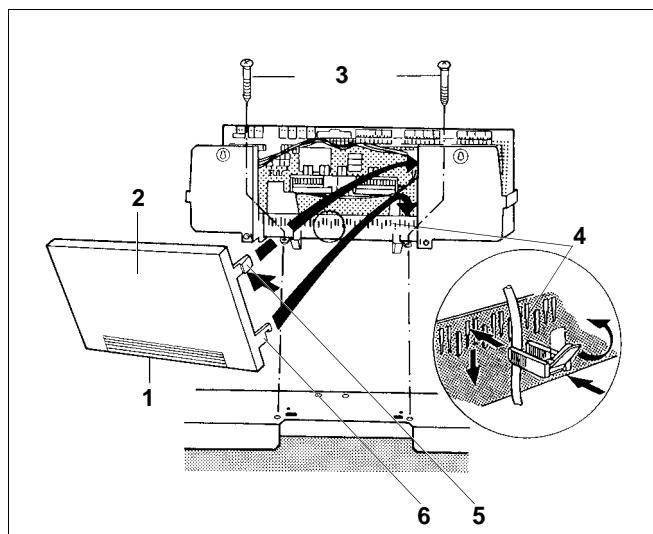

Рис. 15 Демонтаж задней стенки
- Закрепите систему управления на передней крышке котла сзади двумя винтами справа и слева в кабельном проходе (рис. 15, поз. 3).
При необходимости можно выломать или вырезать заглушку (рис. 15, поз. 1) на задней стенке (рис. 15, поз. 2).
- **Только система управления Logamatic 4000:** Вставьте два нижних крюка (рис. 15, поз. 6) справа и слева на задней стенке (рис. 15, поз. 2) в шлицы верхней кромки рамки (рис. 15, поз. 4).
- Слегка нажмите на верхние эластичные крюки (рис. 15, поз. 5) внутрь (по стрелке) и приложите заднюю стенку (рис. 15, поз. 2) так, чтобы оба крюка защелкнулись.
Экспликация к рис. 15